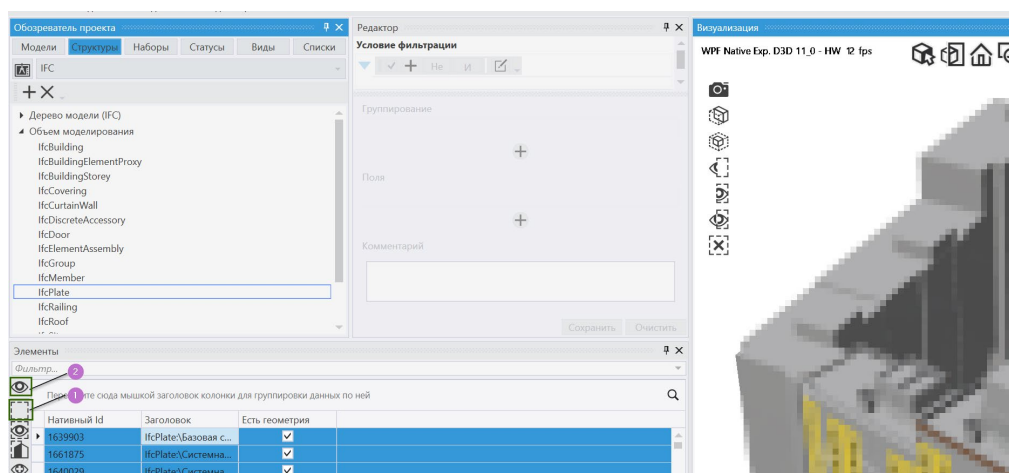

Рисунок 12
- Нажмите на вкладку **Структуры** в панели **Обозреватель проекта** - Рисунок 12